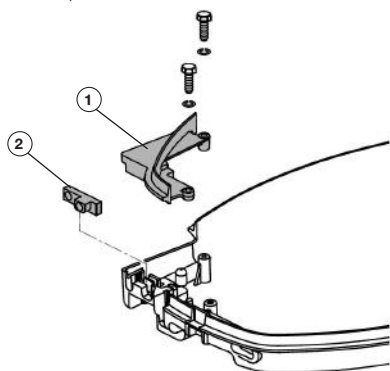

Рис. 13 Крышка узла крепления тросов
- Открутите два болта и снимите крышку узла крепления оболочек тросов управления и уплотнение оболочек тросов (Рис. 13).